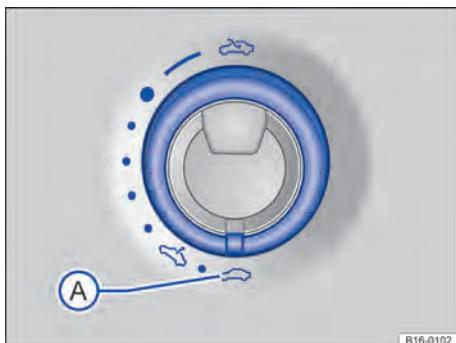

Fig. 66 No revestimento do teto: interruptor do teto de vidro.
- Girar o interruptor para a posição → Fig. 66 A “fechado”.